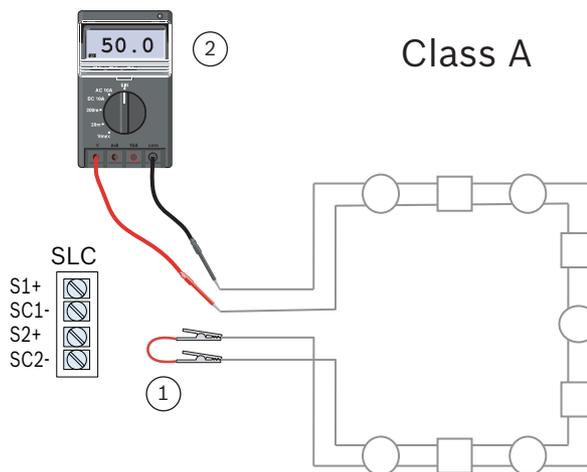
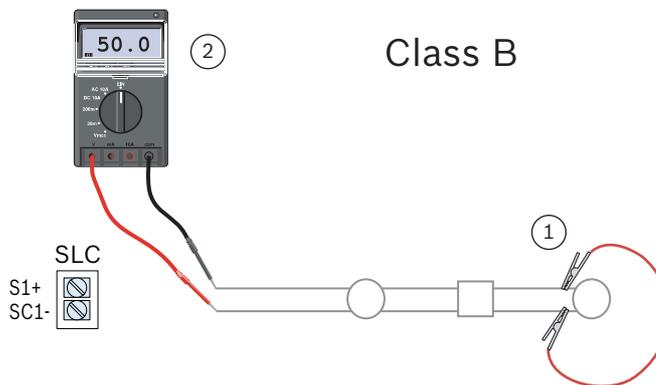

Figura 4.12 Medição da Resistência do Circuito Classe A
Figura 4.13 Medição da Resistência do Circuito Classe B
1. Remova o cabeamento de campo dos terminais SLC e curto-circuite o cabo de retorno em um circuito de Classe A (consulte a *Figura 4.12* na *Página 69*, Item 1), ou curto-circuite a extremidade do dispositivo mais remoto em um circuito de Classe B (consulte a *Figura 4.13* na *Página 69*, Item 1), utilizando cabos pinça.